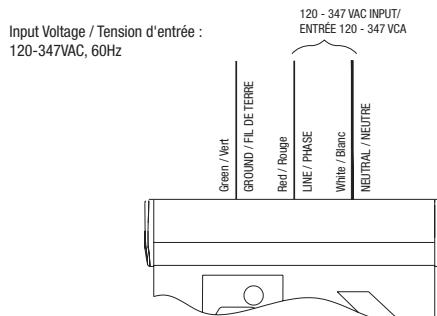

Fig. 8
9. Feed AC wires inside of the junction box, make proper electrical connections at the junction box in the metal housing, refer to "WIRING DIAGRAM" (Fig.8).
9. Acheminer les fils CA à l'intérieur de la boîte de jonction, effectuer les connexions électriques appropriées au niveau de la boîte de jonction dans le boîtier métallique, voir "SCHÉMA DE CÂBLAGE" (Fig. 8).